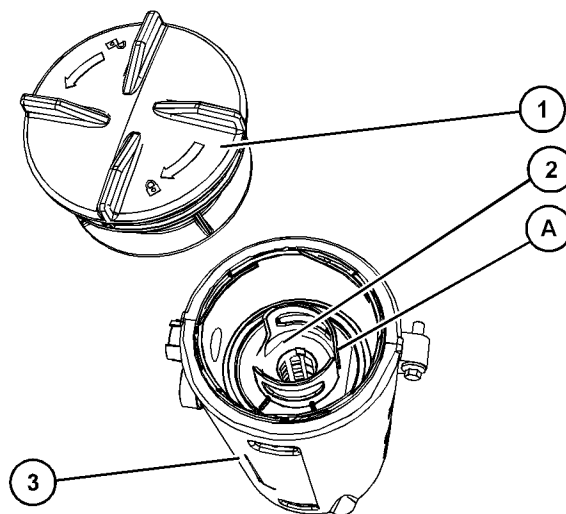

図 85
5. 新しいフィルタエレメントをブリーザのボディ(3)に取り付け、位置(A)が合うようにフィルタエレメントの向きを合わせます。図85を参照してください。フィルタエレメントの位置(A)をキャップの位置(B)に合わせます。